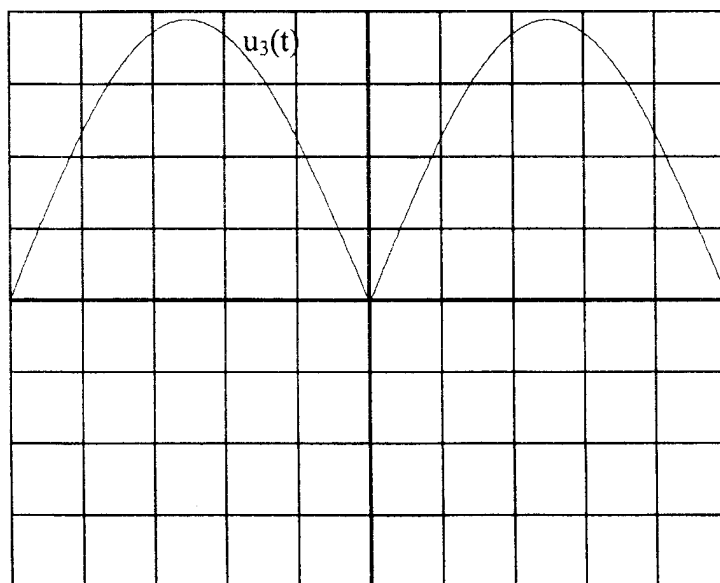

Figure 2 :
- 2- La tension $u_3(t)$ est donnée figure 2.